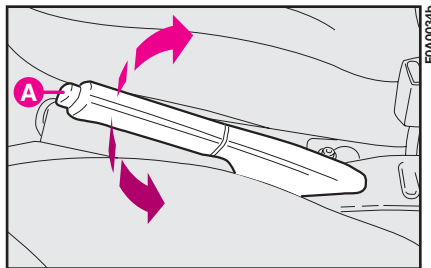

fig. 1
- 1) Sollevare leggermente la leva e premere il pulsante di sblocco **A-fig. 1**.